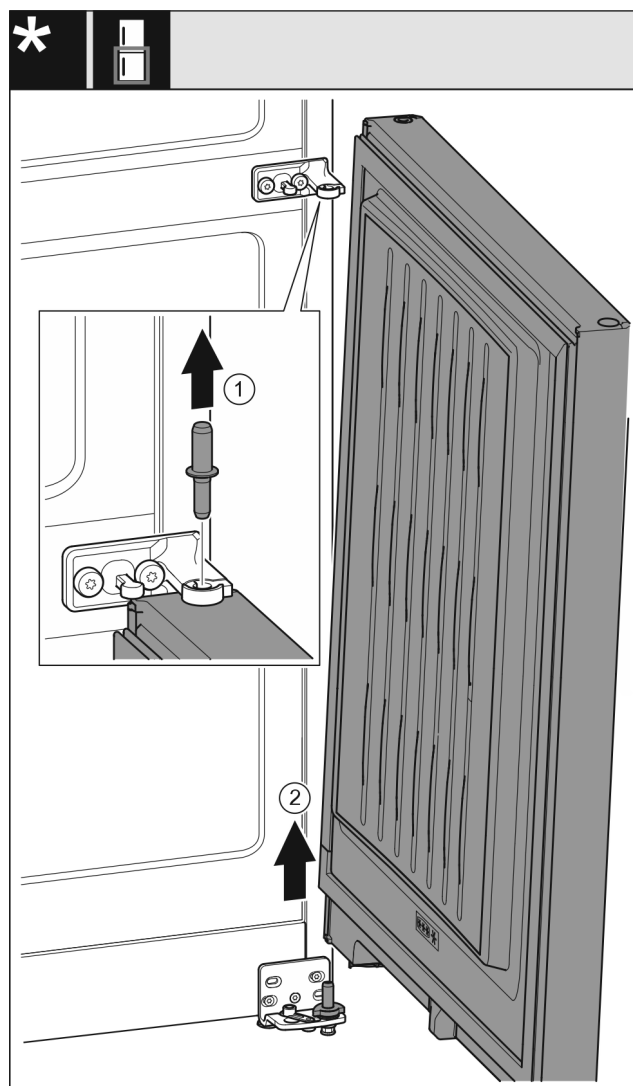

Fig. 10
- Čep Fig. 10 (1) vytáhněte nahoru.
- Dveře Fig. 10 (2) kývněm vysadíte a odložte stranou.